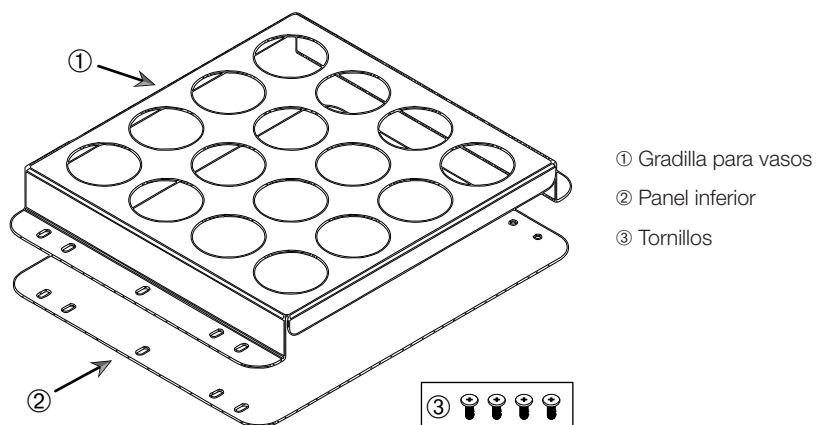

Figura 94: Conjunto de gradilla para vasos
La altura de la posición horizontal ③ de la Figura 94 se puede ajustar para obtener una posición inclinada ④. Adicionalmente, la abrazadera para embudo de separación se puede combinar con el soporte vertical (incluido como accesorio) para crear las posiciones verticales ① y ②. Además, la abrazadera se puede instalar con el grifo del embudo debajo ① o al revés, en la posición invertida ②.
1. Instale la abrazadera para embudo de separación en el extremo largo del soporte vertical, como se muestra en ① y ② de la Figura 94.